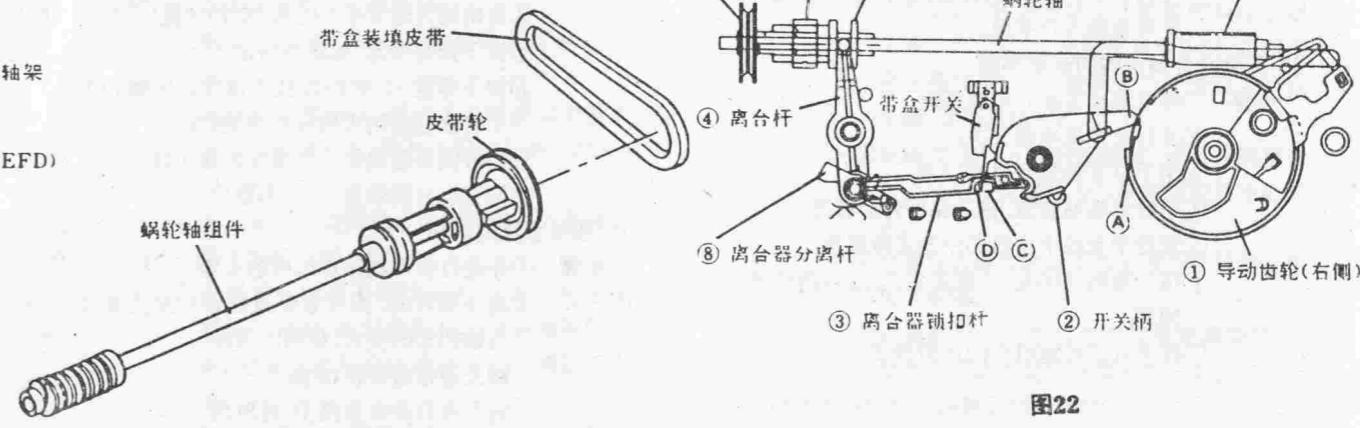

图21
②卸去蜗轮轴组件、皮带轮及带盒装填皮带, 如图21所示;
③更换一个新的带盒装填皮带。